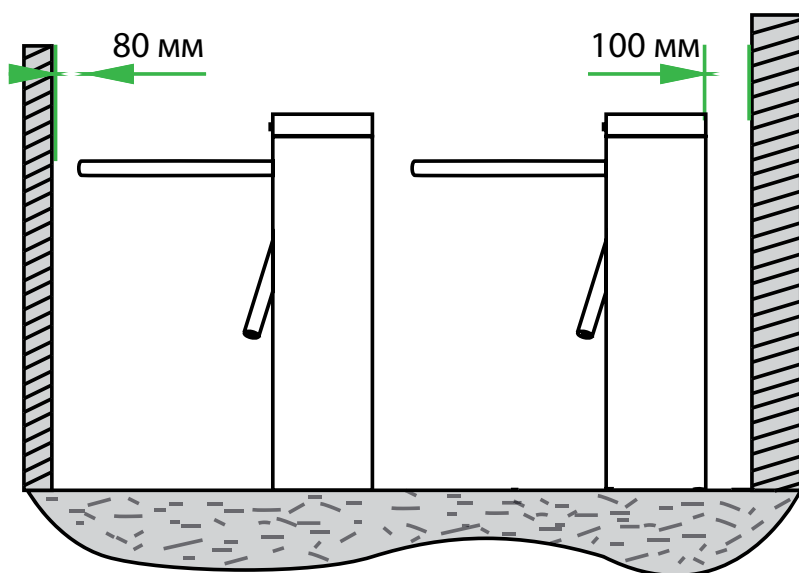

Рис. 5
Оборудование должно быть установлено на бетонном основании посредством надежного крепления дюбелей. Предлагается установить вспомогательная решетка или ограждение, чтобы образовать проход, как показано на Рис. 5.
2. Пространство по краям планок не должно превышать 80 мм (см. Рис. 5).